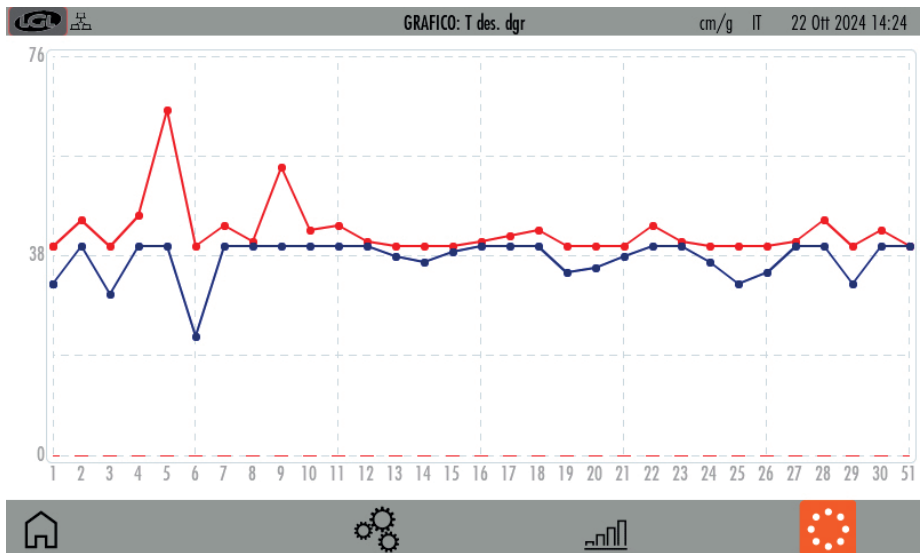

Fig. 48
- 3= Premere per visualizzare il grafico dei valori minimi e massimi letti. (Fig. 48)